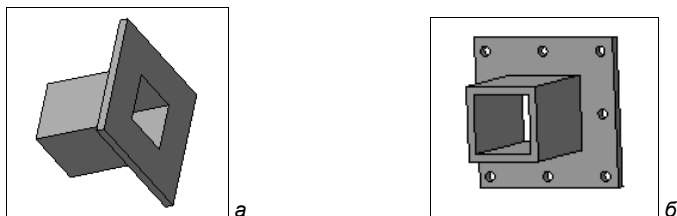

Рис. 25.10. Модель Труба с фланцем
Для создания массива отверстий по сетке создайте модель трубы с фланцем, как на рис. 25.10, а, но без отверстий (см. чертеж Труба с фланцем в папке Чертежи на прилагаемом компакт-диске). Для создания трубы с фланцем в режиме Сборка вы можете применить библиотеку Типовые элементы. Далее:
- ◆ нажмите кнопку **Создать объект**. Массив по сетке создан (рис. 25.10, б). Обратите внимание на Дерево модели, где появился новый элемент **Массив по сетке:1** со своей пиктограммой. Сохраните созданный массив по сетке.